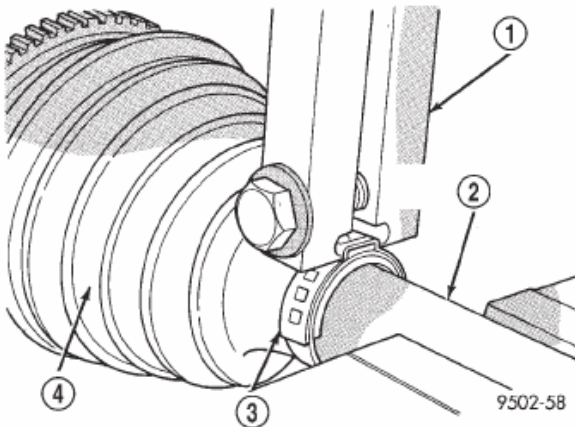
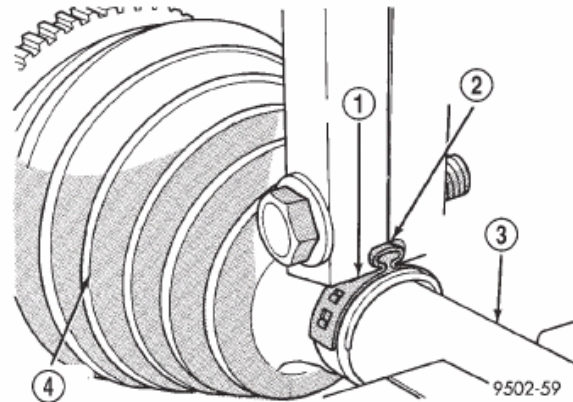

Fig. 34 Herramienta de plegado instalada en la abrazadera de la funda fuele sellante
Fig. 35 Abrazadera de retención de la funda fuele sellante instalada
(6) Instale de forma pareja en la funda fuele sellante, la abrazadera que fija la funda fuele de la articulación de tipo Tripod interna al eje de interconexión.
(7) Inmovilice la funda fuele sellante en el eje de interconexión utilizando un plegador, herramienta especial C-4975-A, y el procedimiento siguiente. Coloque la herramienta de plegado C-4975-A sobre el puente de la abrazadera (Fig. 34). Apriete la tuerca de la herramienta de plegado C-4975-A hasta que las mandíbulas de la herramienta estén completamente cerradas, una contra la otra (Fig. 35).